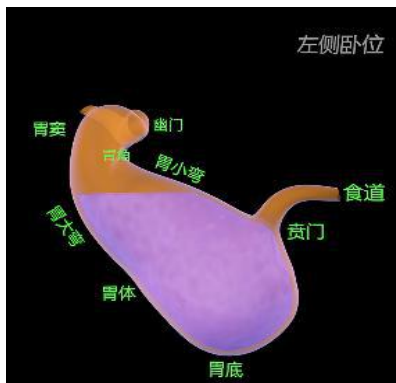

图 4-43 左侧卧位
6.胃部模拟 3D 示意图：双击 ESCtrl 界面的左侧的 3D 示意图后，3D 示意区域可在四个体位（平躺体位、俯卧体位、左侧卧位、右侧卧位）之间切换，如图 4-43 至图 4-46 所示；将鼠标放置示意图上按住左键向下、向上拖动，可调整示意图视角，如图 4-47 至图 4-48 所示。